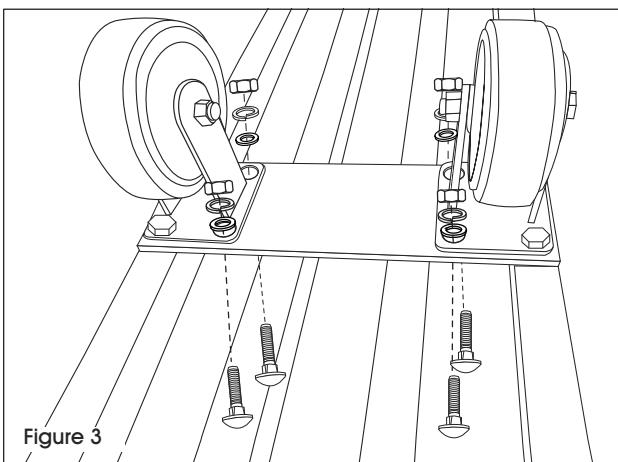

Figure 3
3. Utilisez les grands boulons de carrosserie, les grandes rondelles, les grandes rondelles de blocage et les grands écrous pour terminer l'installation des grandes roulettes centrales. Insérez les boulons par dessous et à travers les supports de roulettes. (Voir Figure 3)